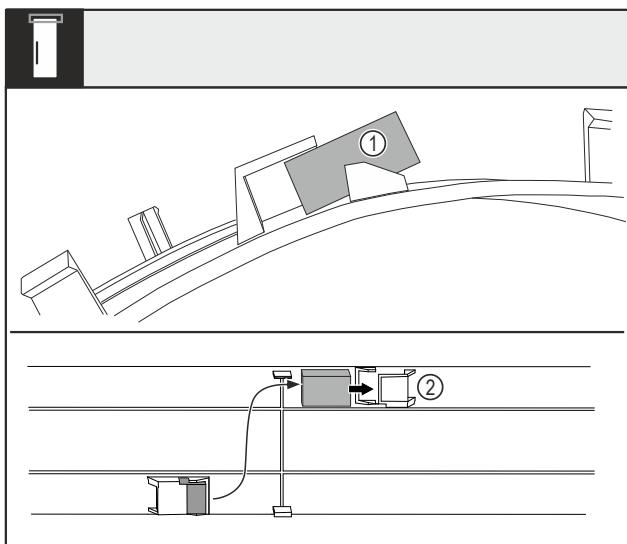

Fig. 14
- Doble la cubierta y extraiga el imán de la puerta Fig. 14 (1) de la cavidad.
- Inserte el imán de la puerta en la otra cavidad Fig. 14 (2).